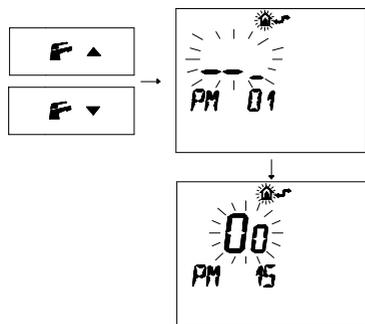

Figura 5.30
- Premere i pulsanti $F \blacktriangledown$ o $F \blacktriangle$ per visualizzare la programmazione "PM15" abilitazione della sonda esterna (Figura 5.30)